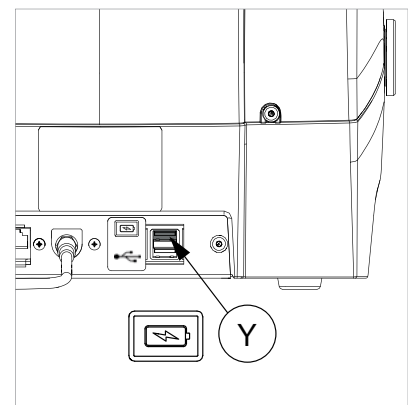

Fig. 17
- 1) Laad de batterij van de tablet op, door hem aan te sluiten op het voedingsnet met behulp van de voedingseenheid (3 uur indien eerste oplaadbeurt). De tablet kan ook worden opgeladen aangesloten op de specifieke USB poort (Y) op de achterkant van de machine Futura PRO (Fig. 17, page 12).